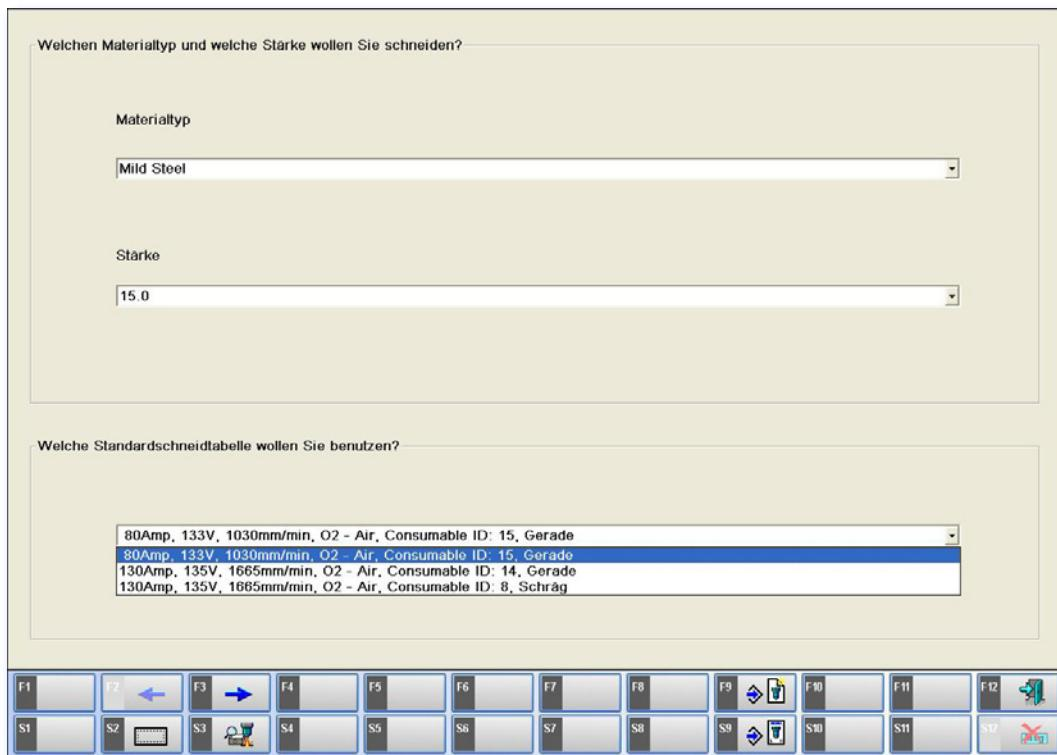

Abb. 36. Expertensystem
- [F10] Detaillierte Ansicht der Verschleißteile und Übernahme aktueller Parameter (Abb.36)